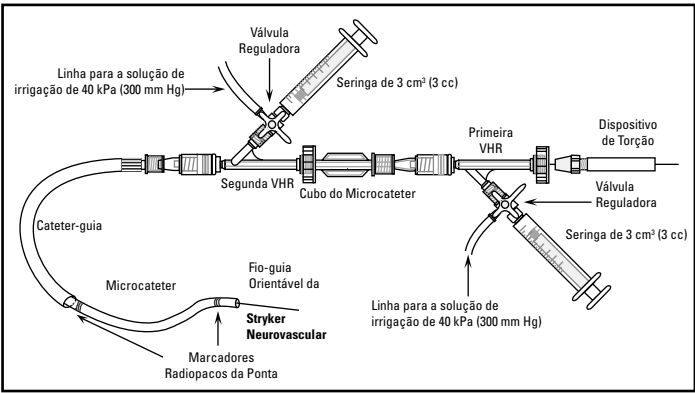

Figura 1. Exemplo de uma Configuração de Irrigação Contínua
- Faça deslizar o dispositivo de torção sobre a extremidade proximal do fio-guia de acordo com a Figura 1 e prenda-o.
O ajuste recomendado para irrigação contínua encontra-se ilustrado na Figura 1. As VHR fornecem uma vedação para fluidos e são ligadas ao cateter-guia e ao microcateter. As válvulas reguladoras ligam-se ao braço lateral da VHR, o qual se transforma em portas de infusão para a injeção de soluções de irrigação ou de meio de contraste adequadas.
2. Abra o para-olho de orelhas da VHR e, cuidadosamente, introduza o conjunto do microcateter e fio-guia através da VHR do cateter-guia (Segunda VHR na Figura 1). Aperte a válvula do anel em 0 à volta do microcateter, o suficiente para evitar o refluxo, mas não demasiadamente apertada que impeça o avanço do microcateter.